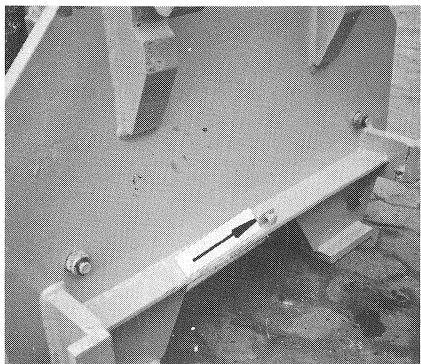

Bild 40
- (1) Anschlagschraube an der Wechselplatte auf festen Sitz kontrollieren (Bild 40/ Pfeil).
Die Anschlagschraube (Bild 40/Pfeil) muß den Schaltzapfen des E-Schalters so weit eindrücken, daß der Schaltpunkt erreicht ist. Den Leerweg des E-Schalters nicht überschreiten, da sonst der E-Schalter zerstört wird.
- (1) Check that contact screw at the quick change device is tight (fig. 40/arrow).
The contact screw (fig. 40/ arrow) has to press the indexing bolt of the electricswitch deeply enough so that the switch point is reached. Don't exceed the free-play of the electricswitch, otherwise the electricswitch will be destroyed.
- (1) Vérifier le bon serrage de la vis de butée dans le panneau de support de changement (fig. 40/flèche).
La vis de butée (fig. 40/ flèche) doit enfoncez le doigt de cde. de l'interrupteur électrique suffisamment pour l'enclencher. Ne pas dépasser la course à vide de l'interrupteur, ce qui risque de le détruire.